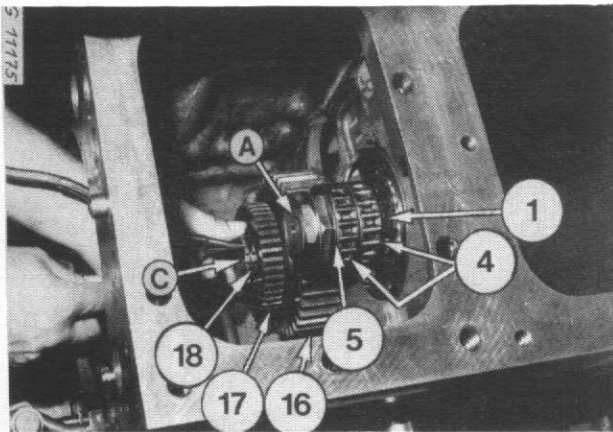
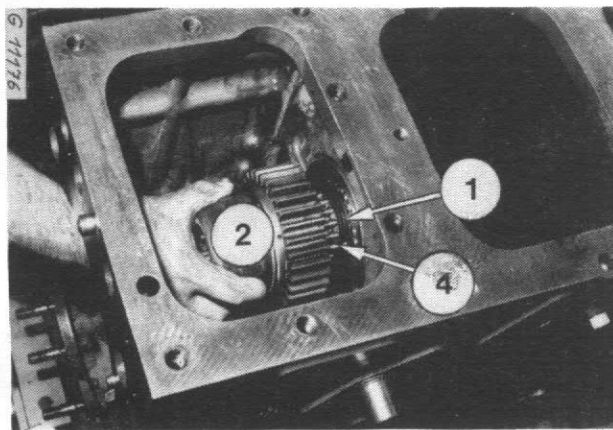

Figure 108
Figure 109
Placez les pièces (16, 17 et 18) Fig. 108 sur l'arbre intermédiaire arrière (C).
Assemblez le pignon fou (2) figure 109 sur les roulements (1 à 5) Fig. 108 sur l'arbre secondaire